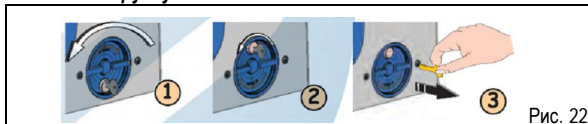

Рис. 22
1. Повернуть рукоятку отпирания механизма на 180° против часовой стрелки, как показано на рис. 22, поз. 1.
2. Ключ отпирания механизма повернуть по часовой стрелке до упора (рис. 22, поз. 2) и вытащить из замочной скважины (рис. 22, поз. 3).